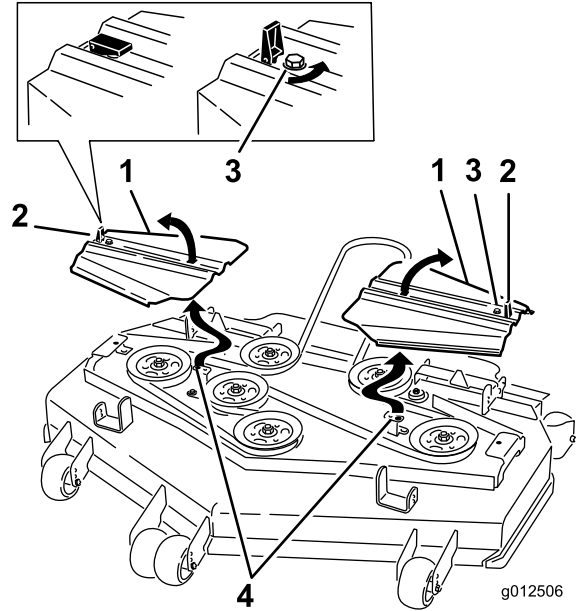

Bild 86
14. Setzen Sie die Riemenabdeckungen auf. Die Nasen sollten in den Schlitz stecken. Setzen Sie die Schrauben und schließen Sie die Laschen (Bild 86).